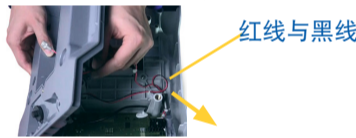
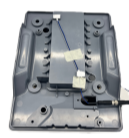

图1
图2
- 铅酸电池版本：将底板与壳体分离。在分离的过程中，将红线与黑线从底板中抽出（图1）。干电池版本：旋开不锈钢接头（图2）。